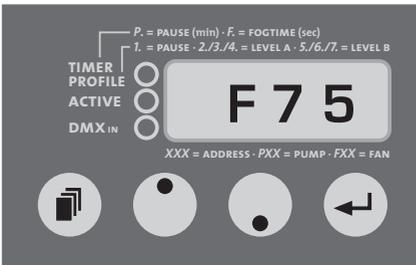

Abb. 2: Einstellen des Lüfter (Fan)-wertes
- Drücken Sie nochmals die Mode-Taste [14], bis auf dem Leuchtzifferndisplay [17] ein F (Fan) und zwei Zahlen erscheinen (siehe Abb. 2).
- Betätigen Sie nun erneut die Mode-Taste [14], bis auf dem Display [17] ein F (Fan) und zwei Zahlen erscheinen (siehe Abb. 2).